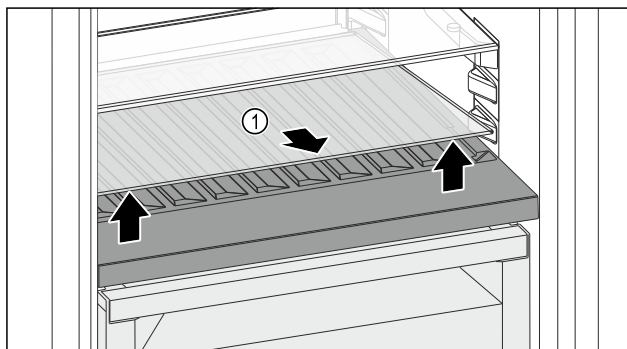

Fig. 180
- ▶ Скористайтесь пазом спереду, щоб підняти скляну полицю Fig. 180 (1) і вийняти її.
- ▶ Безпечно зберігайте скляну полицю Fig. 180 (1) за межами пристрою.
- ▶ Вставте скляну пластину (2) під змінну полицю для зберігання пляшок.